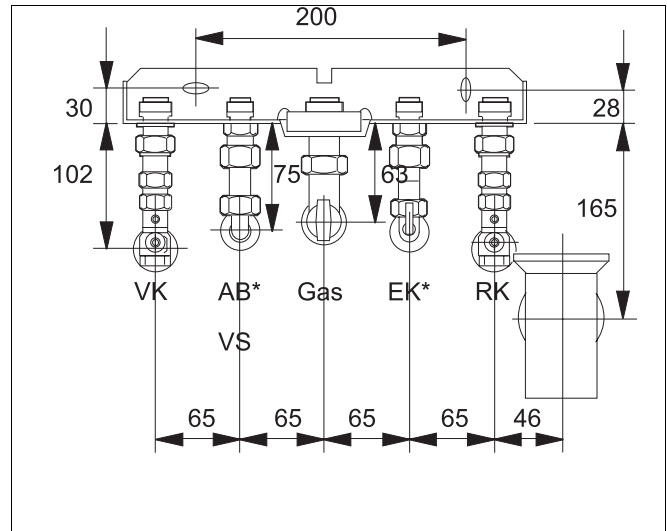

Abb. 12 Montage Anschlußgruppe für Unterputz
- Bei Unterputzinstallation entsprechend der Maße in Abb. 12 die Lage der Rohranschlüsse bestimmen.